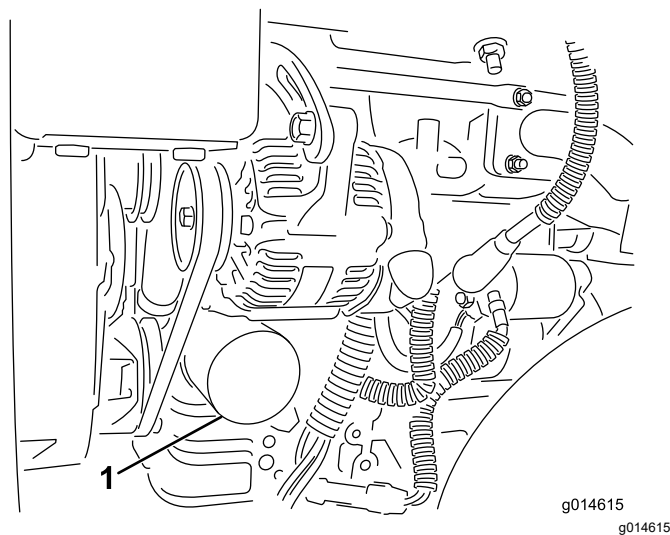

Figura 37
2. Retire o filtro do óleo (Figura 37). Aplique uma leve camada de óleo limpo na gaxeta do novo filtro.